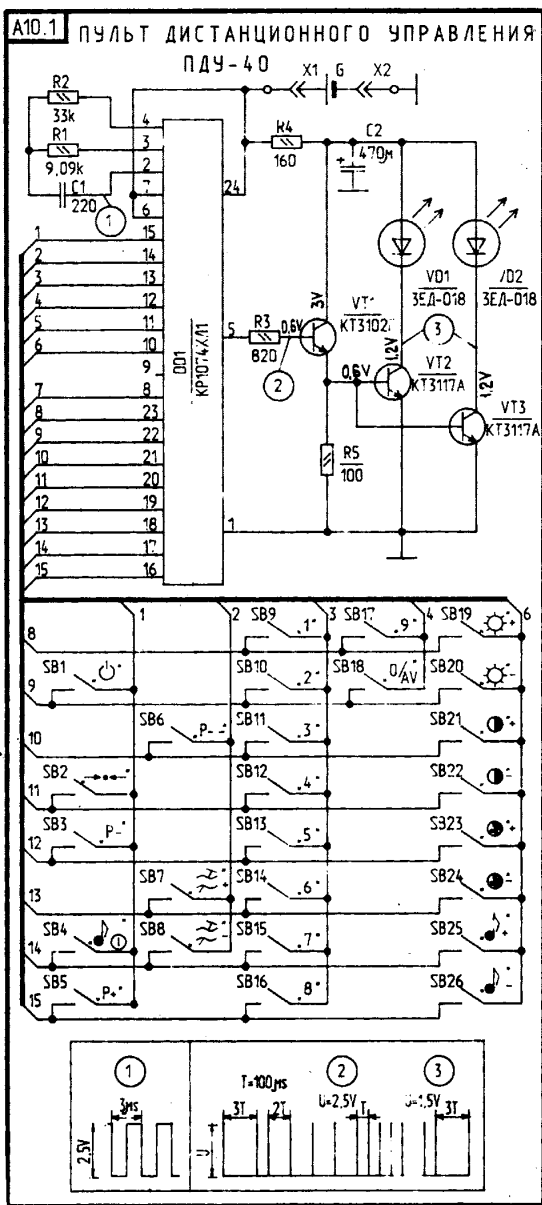

рис. 25
1. Значительно уменьшен радиус действия пульты ПДУ-40 (рис.25). Причина - при нормальном состоянии батареи питания это, как правило, вызывается отколом одного из транзисторов VT1, VT2 или светодиодов VD1, VD2. Следует заменить неисправные элементы.